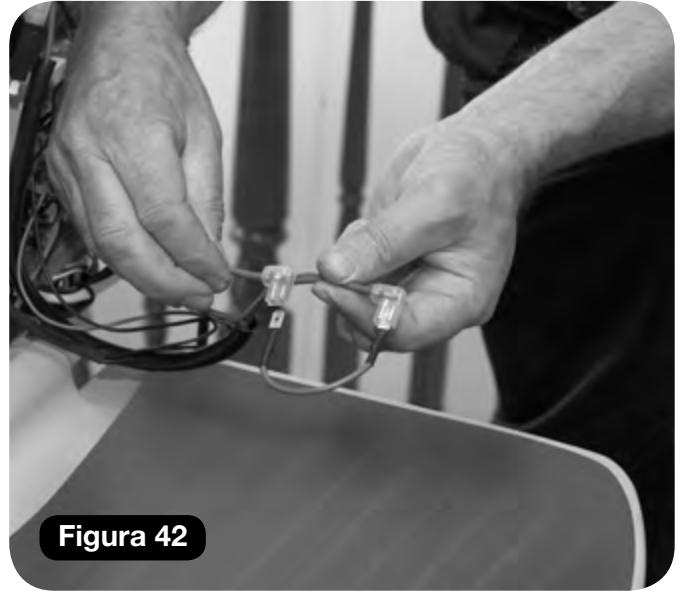

Figura 42
- b Enlace de batería de 2,5mm (Pieza núm. 181001.52036) a través de los cables volantes de batería – cable de enlace rojo (**Figura 42**).